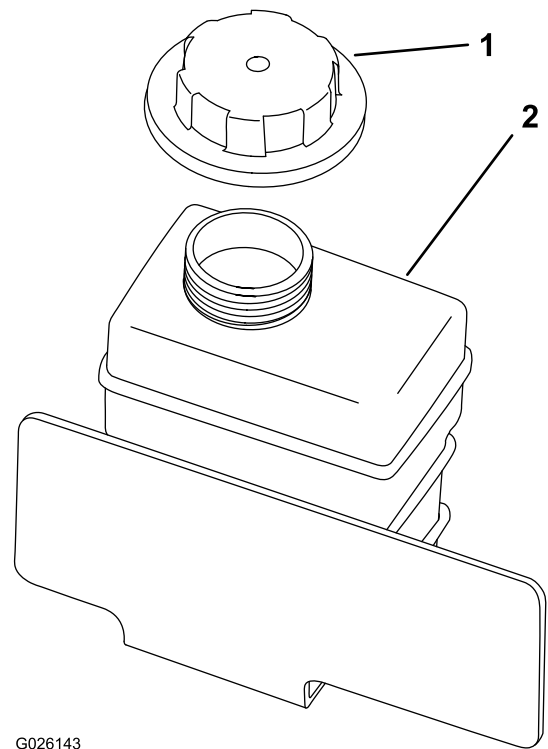

図 18
2. 補助タンクにあるラジエター液の量を点検する (図 18)。